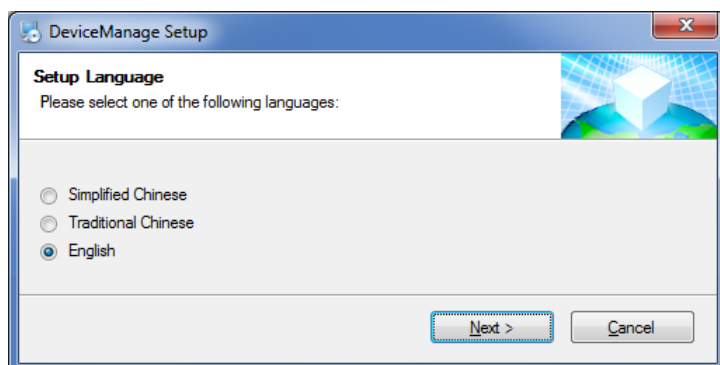

Рисунок 16.1 — Установка программы Device Manager
- В результате запустится мастер установки программы *Device Manager* (см. рисунок 16.1). Во всех окнах нажимайте кнопку **Next >**.